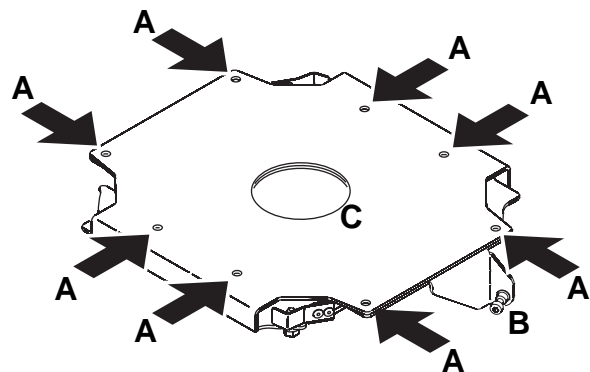

Bild 4: Montagepunkte des Schnellbefestigungs-Adapters
Montieren Sie den smartMAC im Adapter, indem Sie ihn an den Adapter halten und die Basis im Uhrzeigersinn drehen, bis die Bajonett-Verschlüsse voll eingerastet sind. Ziehen Sie die Sicherungsschraube (B in Bild 4) fest und prüfen Sie den festen Sitz des Geräts im Adapter.
2. Siehe Bild 4. Befestigen Sie den Adapter mit acht Schrauben durch die 5,5 mm Bohrungen A. Der Adapter muss im montierten Zustand mindestens das 10fache Gewicht des smartMAC tragen können.